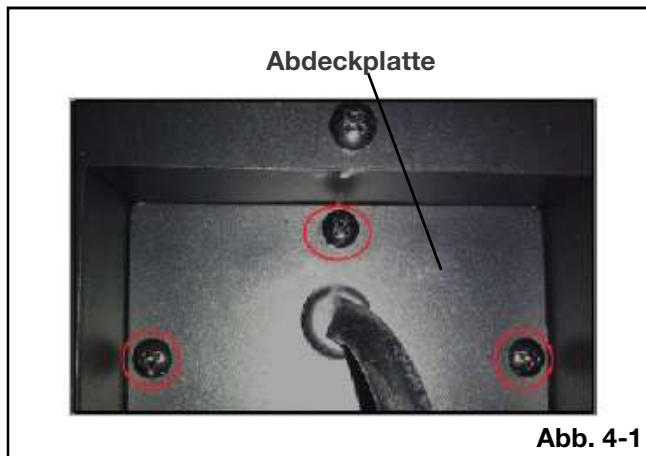

Abb. 4-1
- Entfernen Sie die Abdeckplatte auf der rechten Seite der Unterseite des Geräts, indem Sie die 3 Schrauben entfernen (**Abb. 4-1**).